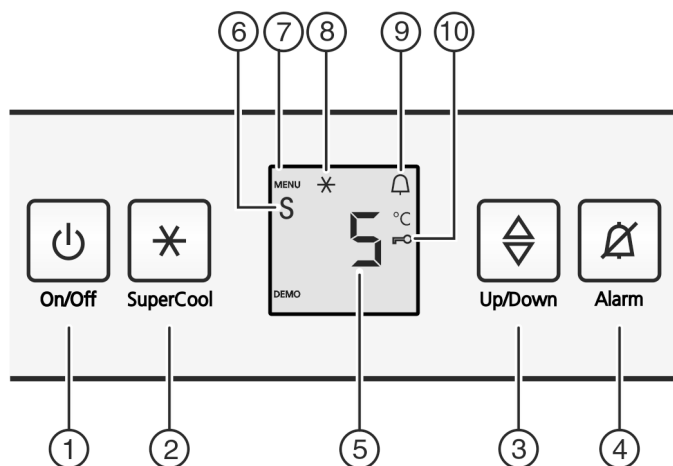

Fig. 2
- ▶ Premere il tasto On/Off Fig. 2 (1).
- ▶ Attivazione del modo regolazione: Premere il tasto SuperCool Fig. 2 (2) per ca. 5 sec..
- ▷ Il simbolo Menu Fig. 2 (7) si illumina.
- ▶ Selezionare con il tasto di regolazione Fig. 2 (3) c.
- ▶ Premere brevemente il tasto SuperCool Fig. 2 (2) per confermare.
- ▶ Per inserire la sicurezza bambini premere brevemente il tasto SuperCool Fig. 2 (2).
- ▷ Il simbolo Sicurezza bambini Fig. 2 (10) si illumina. Nel display lampeggia **cl**.
- ▶ Per disinserire la sicurezza bambini premere brevemente il tasto SuperCool Fig. 2 (2).
- ▷ Il simbolo Sicurezza bambini Fig. 2 (10) si spegne. Nel display lampeggia **cl**.
- ▶ Disattivazione del modo regolazione: premere il tasto On/Off Fig. 2 (1).
- ▶ Premere il tasto Allarme Fig. 2 (4).
- ▷ Il simbolo Menu Fig. 2 (7) lampeggia.
- ▶ Per richiamare la funzione Modalità Sabbath: premere brevemente il tasto SuperCool Fig. 2 (2).
- ▶ **per attivare** la modalità Sabbath premere brevemente il tasto SuperCool Fig. 2 (2).
- ▶ **per disattivare** la modalità Sabbath premere brevemente il tasto SuperCool Fig. 2 (2).
- ▷ Nel display della temperatura viene visualizzato il simbolo modalità Sabbath Fig. 2 (6), finché è attiva la modalità Sabbath.